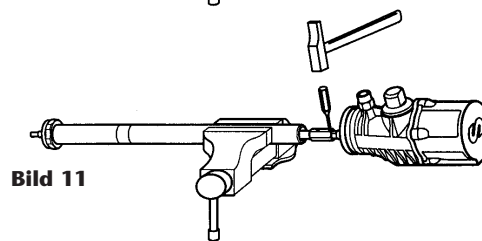

Bild 11
5. Den Stift am oberen Teil der Verbindungsmutter entfernen (Bild 11). Den Körper vom Saugrohr trennen.